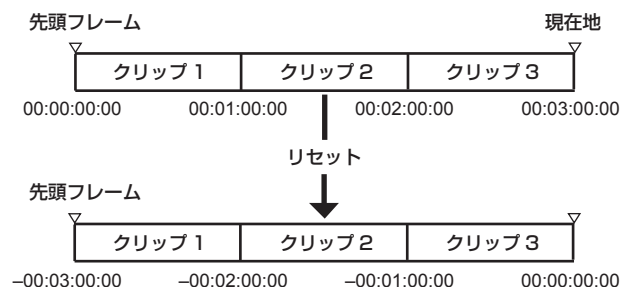

図 2
- ・再生 CTL カウンター値をリセットした場合、現在の再生位置を 0 として、基準値だった箇所はマイナスの数値になります。(図 2)